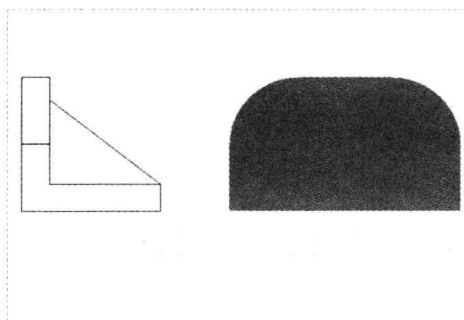

图 12-24 插入投影视图
Step 03 移动鼠标指针至右侧合适位置,单击鼠标左键,插入投影视图,如图 12-24 所示,在插入的投影视图上双击鼠标左键。